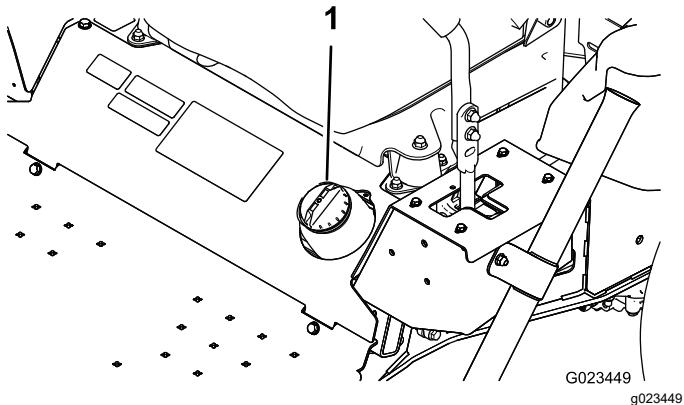

Figure 13
- Nettoyez la surface autour du bouchon du réservoir de carburant (Figure 13).